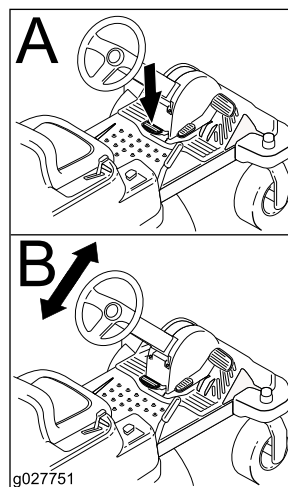

Figura 10
2. Posicione o volante na posição desejada (Figura 10).